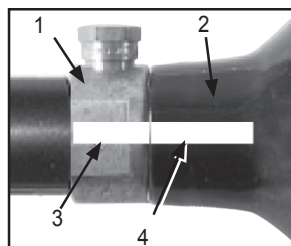

Figure 9: Bouteille et valve marquées
**La soupape en cuivre ou en nickel du cylindre (1) doit toujours être attachée au cylindre d'air ou de CO2 (2).**
Voir Figure 9. Des incidents causés par des joueurs qui ont par mégarde dévissé le cylindre (2) de la soupape (1) ont été rapportés. Cela se produit, quand le joueur pense qu'il dévisse l'ensemble soupape-cylindre de l'adaptateur d'air/CO2 du marqueur, alors qu'il dévisse en réalité le cylindre de la soupape.
Pour éviter ce risque, il est recommandé (si votre cylindre n'est pas encore marqué) d'utiliser de la peinture ou du vernis à ongles, pour tracer une marque (3) sur la soupape du cylindre et une autre marque (4) sur le cylindre, comme montré sur le Figure 9.